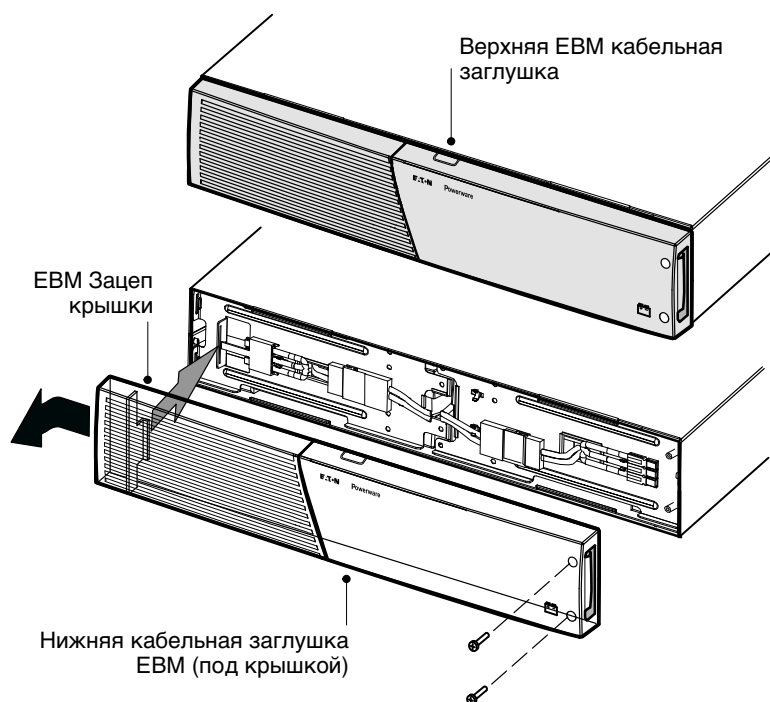

Рисунок 27. Снятие передней EBM крышки
1. Снимите переднюю крышку каждого EBM (см. Рисунок 27).
5. Снимите переднюю крышку каждого нового ЕВМ (см. Рисунок 27).
6. Для нижней части (или только) ЕВМ снимите кабельную заглушку ЕВМ в верхней части крышки. Расположение верхней кабельной заглушки Рисунок 27 см. на ЕВМ.
7. Если вы устанавливаете несколько новых ЕВМ, для каждого дополнительного ЕВМ снимите кабельную заглушку ЕВМ в верхней и нижней части передней крышки ЕВМ. Расположение кабельных заглушек Рисунок 27 см. ЕВМ на.
Перед установкой крышки на место убедитесь, что кабели ЕВМ проложены через заглушки в крышке ЕВМ, затем подвиньте крышку слева направо до соединения с защепом для крышки в левой части шкафа ЕВМ. Вверните на место два винта с правой стороны передней крышки. Для справки см. Рисунок 27 на странице 51.